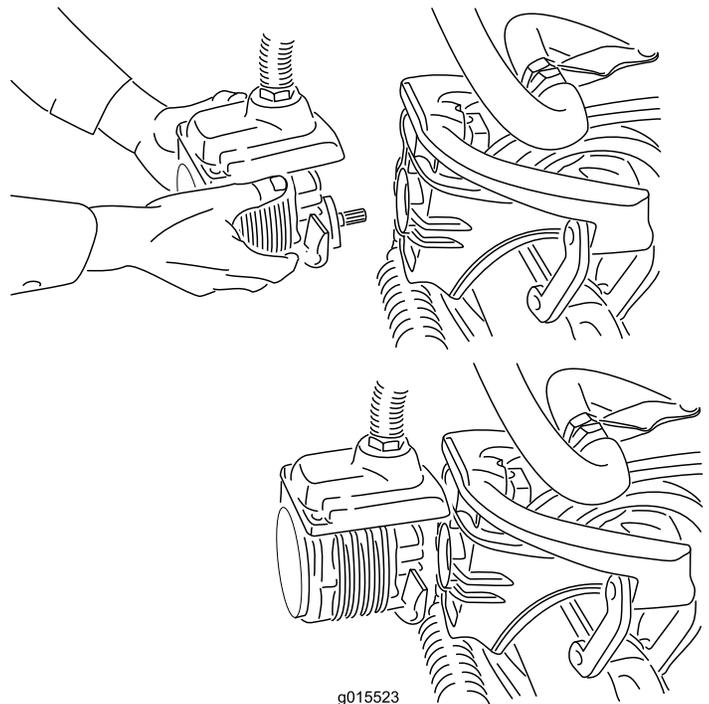

Figure 39
4. Amenez le moteur à la position de rangement sur l'avant du bras de suspension (Figure 39).